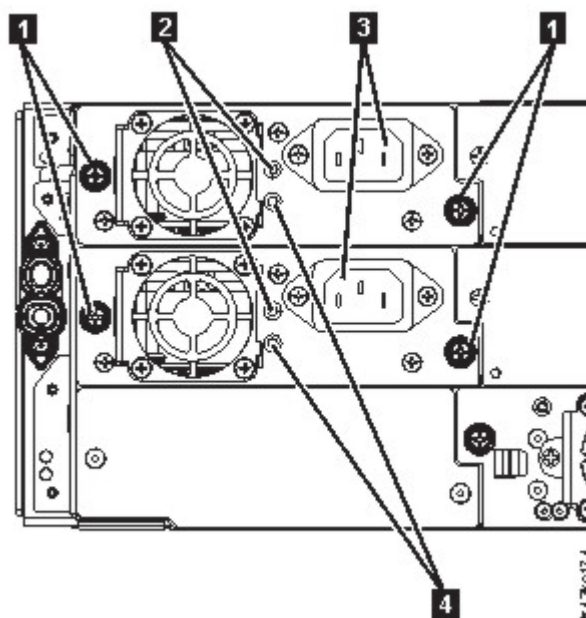

Figura 66. Fuentes de alimentación
- El LED blanco (**2** en Figura 66 en la página 130) está encendido.
- El LED verde (**4** en Figura 66 en la página 130) está apagado.